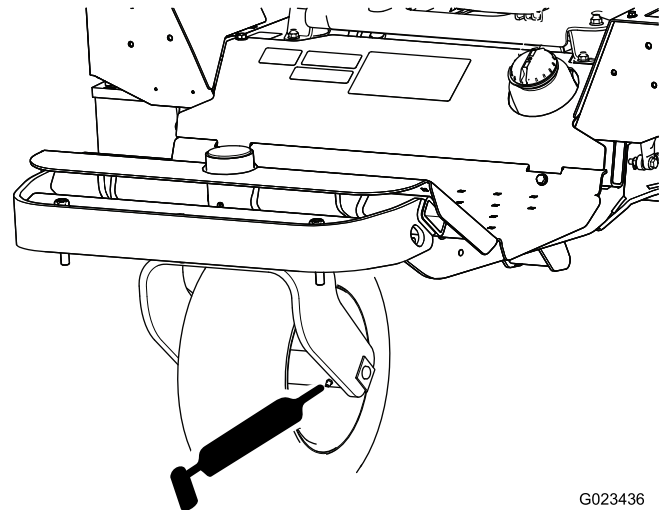

Figure 29
- Roulement de roue avant (1) – Figure 29